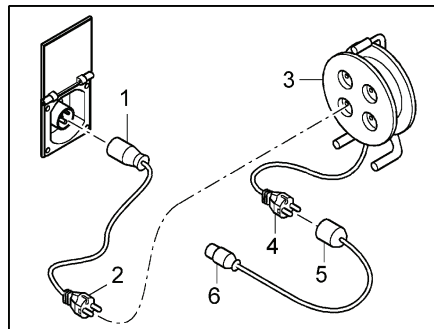

Bild 89 Anschlussmöglichkeiten 230-V-Anschluss
- Adapterkabel: CEE 17 Anschlusskupplung mit Schutzkontakt (Bild 89,1) – Stecker mit Schutzkontakt (Bild 89,2)
- Kabeltrommel: Steckdose mit Schutzkontakt (Bild 89,3) – Stecker mit Schutzkontakt (Bild 89,4)
- Adapterkabel: Anschlusskupplung mit Schutzkontakt (Bild 89,5) – CEE 17 Stecker mit Schutzkontakt (Bild 89,6)